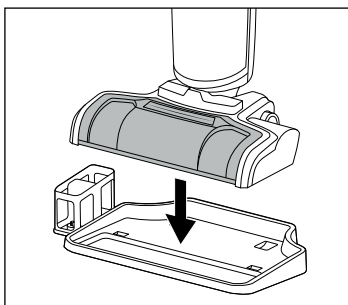

Fig. 45
- ♦ Posez l'appareil pour le rangement sur le socle **4** de la station d'accueil et de nettoyage (voir fig. 45).